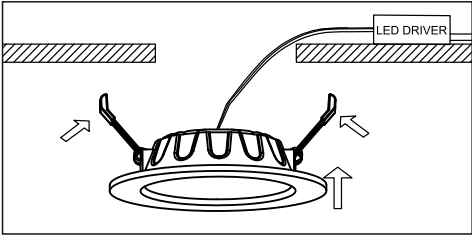

Рис. 3
- 5.13 Прижмите пружинные клипсы к корпусу светильника, правильно вставьте светильник в установочное отверстие, убедитесь, что он установлен правильно (рис. 3 и 4).